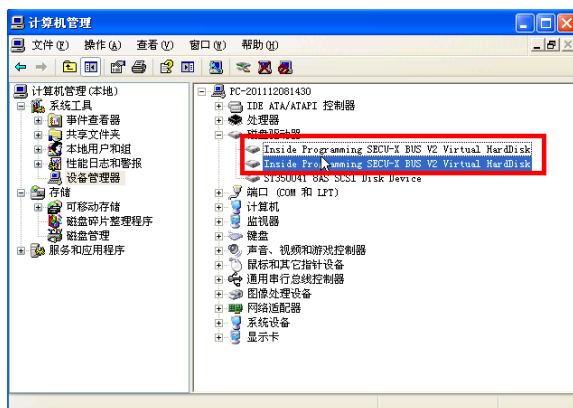

图 5-23 增加的两个硬盘
(11) 进入到我的电脑，磁盘管理，可以看到增加的两个硬盘，如图 5-23 所示。